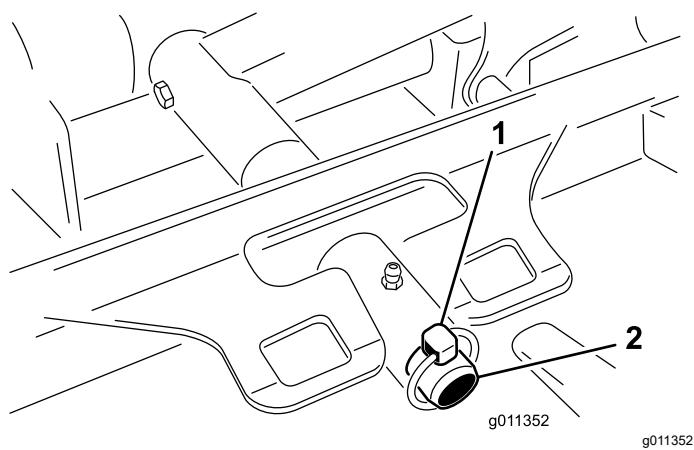

図 80
3. カッティングユニットのキャリアフレームを昇降アームのピボットピンに固定しているリンチピングランダマスター4500またはリテーナナットグランドマスター4700を外す図 80。
2. カッティングユニットのキャリアフレームを昇降アームのピボットピンにセットする図 80。カッティングユニットをピンに取り付けるリンチピングランダマスター4500またはリテーナナットグランドマスター4700を使用する。